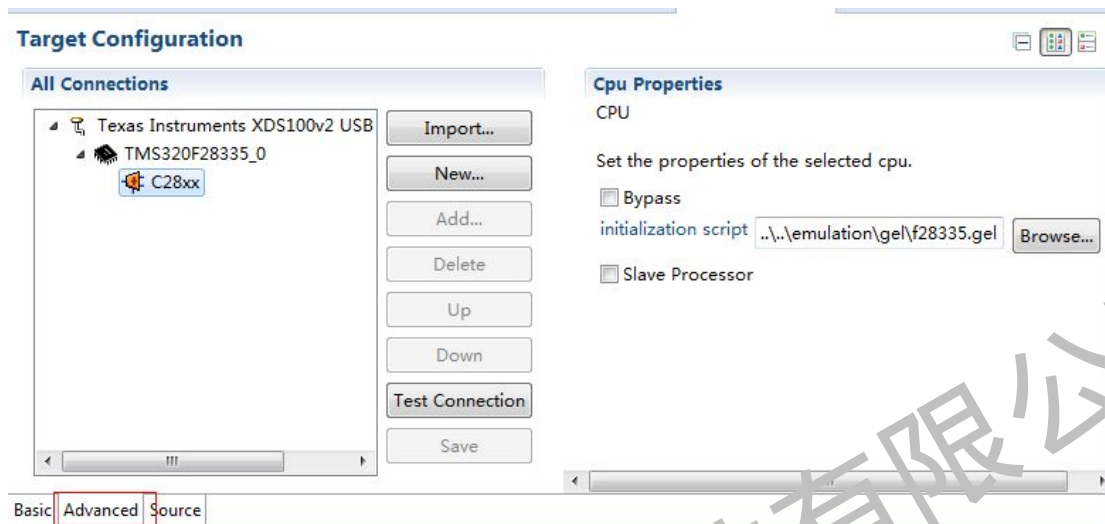

图 3-1-4
- 如果使用默认的 GEL 文件，那么请点击“Save”即可；如果使用自己的 GEL 文件，那么请点击蓝色字体的“Target Configuration”出现以下图 3-1-4 界面：